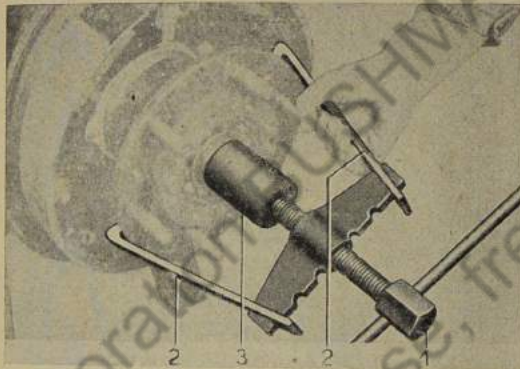

Bild 759: Radnabe abziehen
9. Mit Abzieher Nr. 1403 und 1406 die Radnabe vom Tragflansch abziehen (Bild 759).